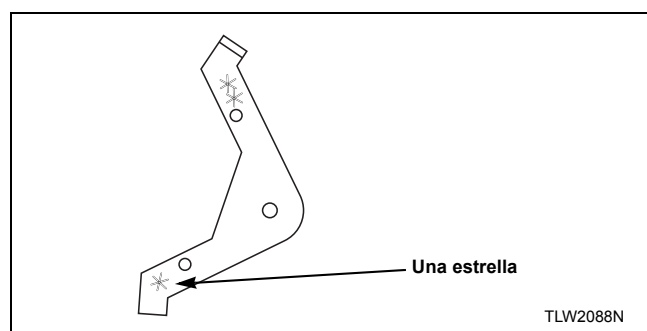

Figura 17
2. Instale la palanca de extensión con el brazo que tiene una estrella apuntando hacia abajo. Consulte la *Figura 17*.